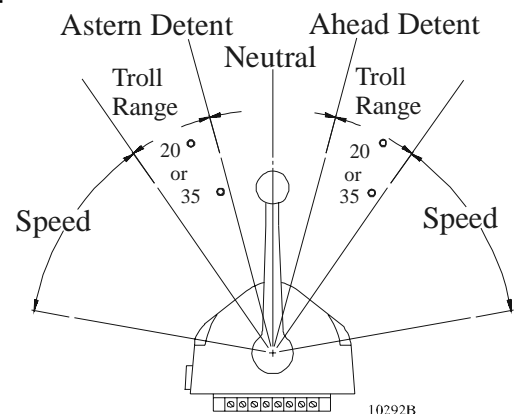

Abbildung 3: Schleichfahrtbereich auf dem Fahrpult
- Der Grad des Fahrhebel-Stellwegs für den Schleichfahrtbefehl kann entweder auf 20 oder 35 Grad eingestellt werden (siehe Abbildung 3:).